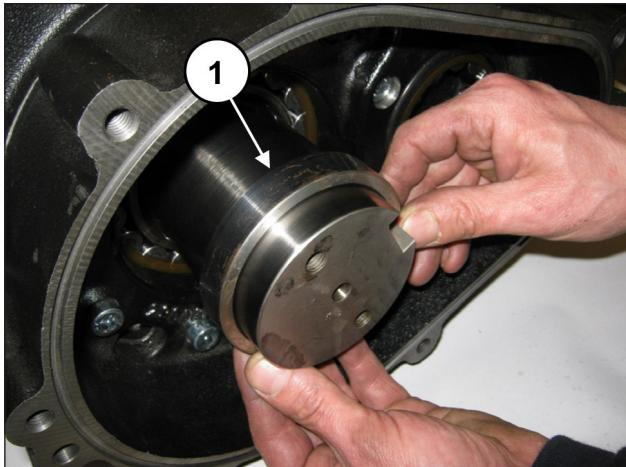
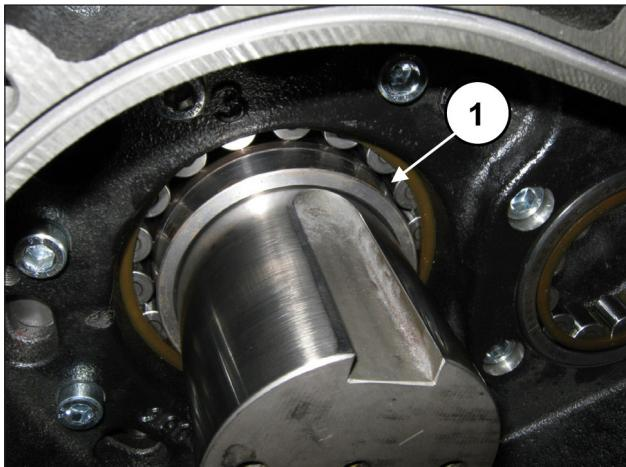

图 74
图 75
将冠齿轮支撑环插入曲轴柄（①，图 74）中，直至到底（①，图 75）。